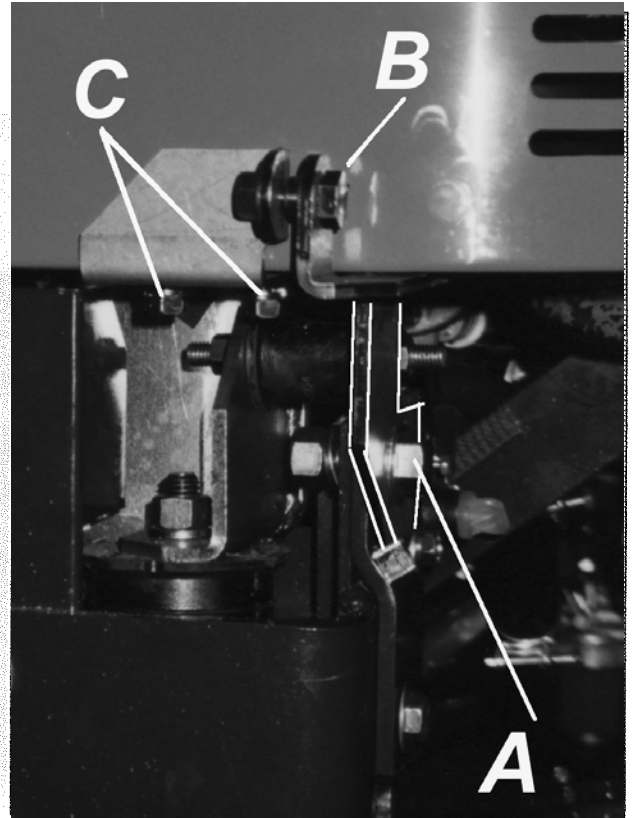

figure 4 Montage des charnières
Remplacez les charnières d'origine par les charnières fournies avec le ramassage. Fixez la partie basse de la charnière avec 2 vis 12X25 + rondelles freins + rondelles plates + écrous côté gauche et une vis 12X25 + rondelles freins + rondelles plates + écrous fournis avec la tondeuse (Figure 4 repère (A), et la partie haute sur le capot avec les vis d'origine (repère C).
Reliez les deux parties de la charnière avec les vis décollées d'origine. (Figure 4 repère B).